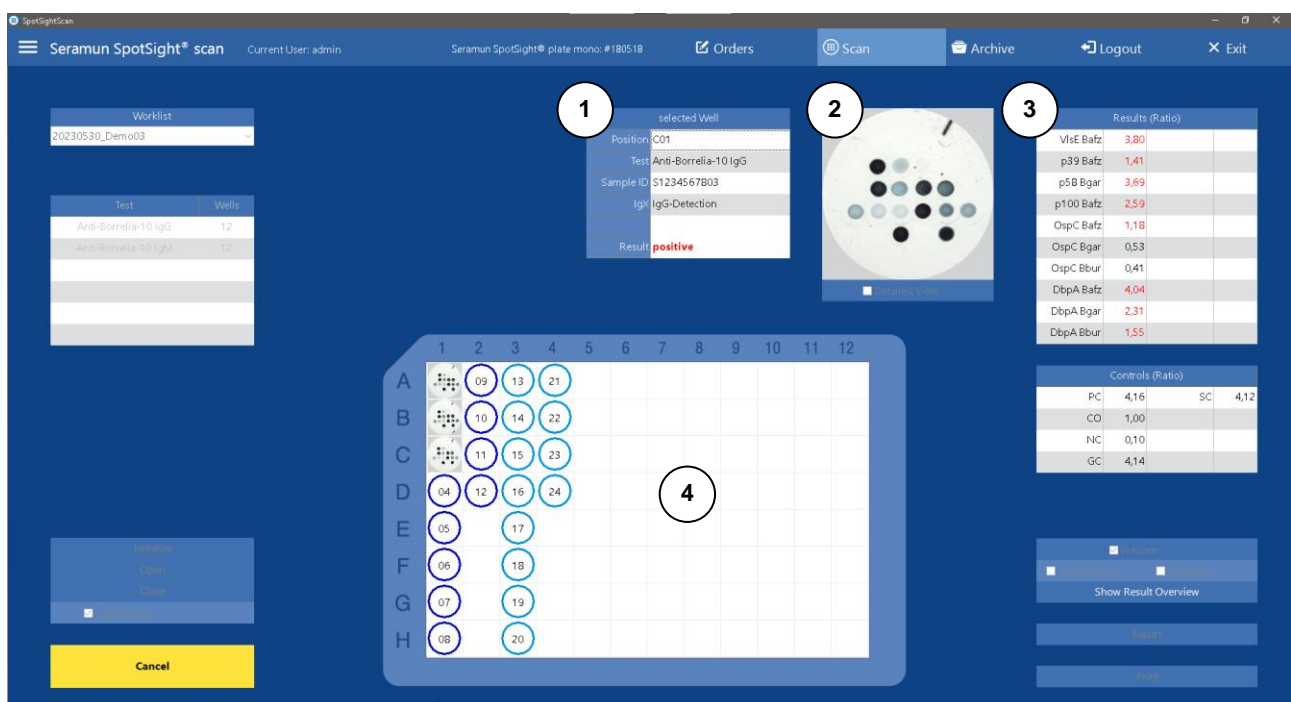

Abbildung 8: Seite Scannen bei Bilderfassung (Seramun SpotSight® plate mono)
Bei der Bilderfassung wird das jeweils letzte erfasste Well mit Abbildung und Ergebnissen angezeigt (siehe Abbildung 8 ① ② ③). In der symbolisch dargestellten Mikrotiterplatte in der Mitte werden Abbildungen bereits erfasster Wells als Miniaturansicht angeordnet (Abbildung 8 ④). Unterhalb der symbolischen Plattendarstellung findet sich ein Fortschrittsbalken, der den Verlauf der Bilderfassung darstellt.